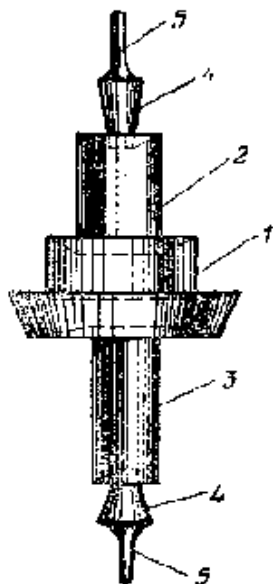

Рис. 7 Ось баланса:
**Ось баланса и камни.** Внутри баланса находится плоская стальная переключательная (филигрань). В отверстие, находящееся в центре переключательной, запрессована ось баланса, которая поворачивается на цапфах, входящих в отверстия платины и моста или в подшипники из камня. Ось баланса имеет сложную конфигурацию для посадок различных деталей (рис. 7).